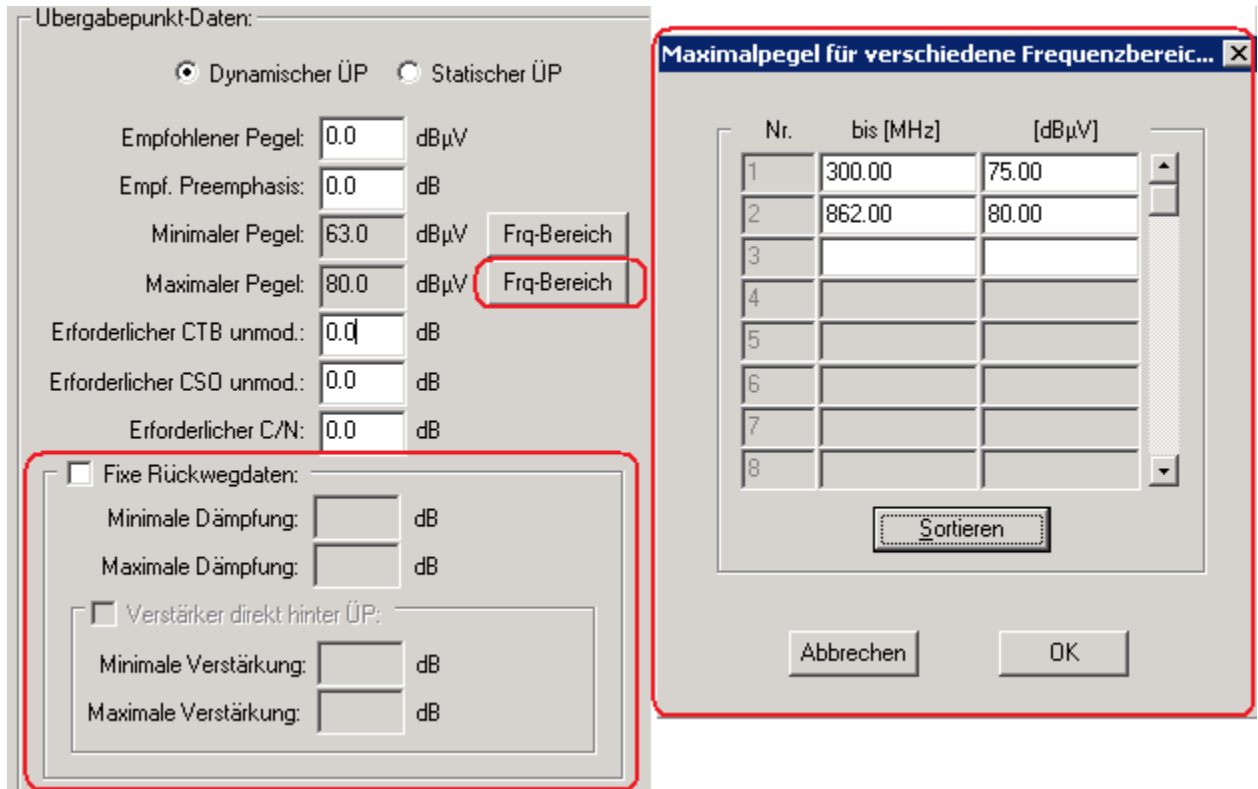

Bild 1: Screenshots vom Programm Libedit.
Z.B. bedeutet die Werte im Bild 1:
Die Limits für den ÜP sind 75/80 wie in Bild 1 gezeigt.